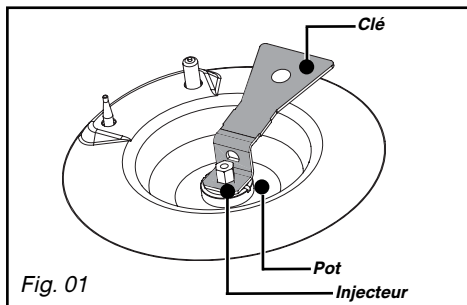

Fig. 01
- Dévissez à l'aide de la clé fournie les injecteurs situés dans le fond de chaque pot et ôtez-les (Fig. 01).